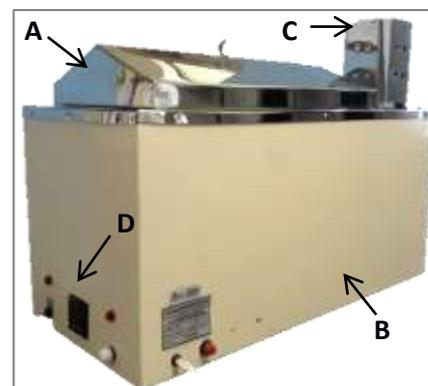

Figura 1: Banho Maria com agitação Biopar BMSD 0120
- 1.1. Tapa (Figura 1.A)
- 1.2. Cuba (Figura 1.B)
- 1.3. Motor (Figura 1.C)
- 1.4. Painel de Controle (Figura 1.D)